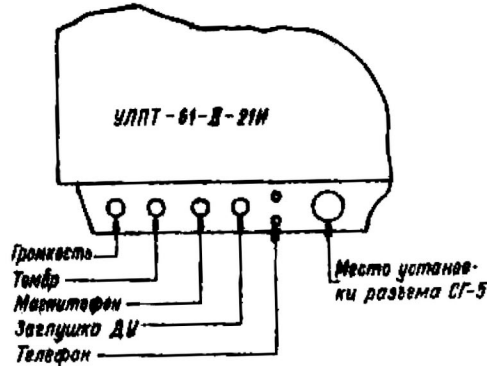

Рис. 5. Установка разъема СГ-5 в телеприемник типа УЛПТ-6I-P-2IИ
6. Укрепить розетку разъема СГ-5 во время сборки соответствующего устройства на задней стенке телевизора в соответствии с рис. 5 .